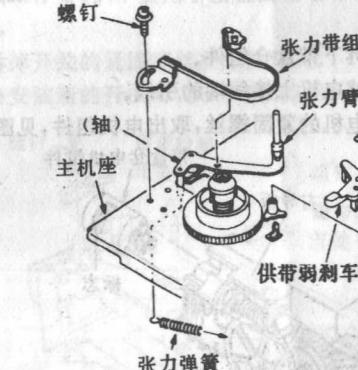

图1-3-29 凸轮开关的更换
- ① 拆下螺丝和凸轮开关的托架（图1-3-29）。
- ② 首先打开凸轮开关托架上的钩爪，用螺丝刀向上取下凸轮开关。
- ③ 参照1-4-1节进行定位调整（校准检查）。
- ④ 更换凸轮齿轮并将它安装在凸轮开关的托架上。
- ⑤ 当在状态齿轮轴上安装凸轮开关时，沿箭头所示方向拉凸轮开关的外边缘。如果凸轮开关的D孔与状态齿轮轴的D被阻挡不能对准，则旋转凸轮开关直到D孔对准。